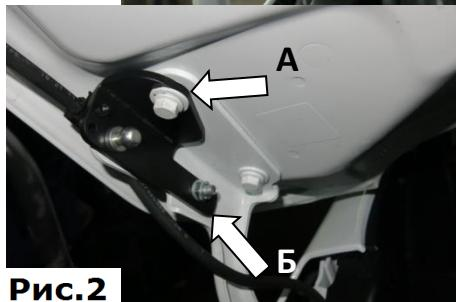

Рис.2
2. Установить кронштейн, зафиксировав его штатным болтом (А). Дополнительно закрепить кронштейн к петле капота болтом M6x16 и гайкой M6 через две шайбы 6 (Б). Прижать подгиб кронштейна к петле и сдвинуть до упора вниз (к лобовому стеклу). Затянуть штатный болт торцевой головкой №10 с усилием 9 Нм. Придерживая накидным ключом №10 болт M6x16 от проворота, затянуть гайку M6 торцевой головкой №10 с усилием 9 Нм, (Рис.2).